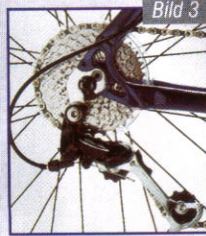

Bild 3
4. Ist die Kette zu lang, wird jede Schaltung ungenau; ist sie zu kurz, sind Schaltwerk und Schaltauge in akuter Gefahr. Die Kette sollte also stets so lang sein, dass sich der Extrem-Gang „großes Blatt/größtes Ritzel“ (Bild 3) gerade noch schalten lässt.